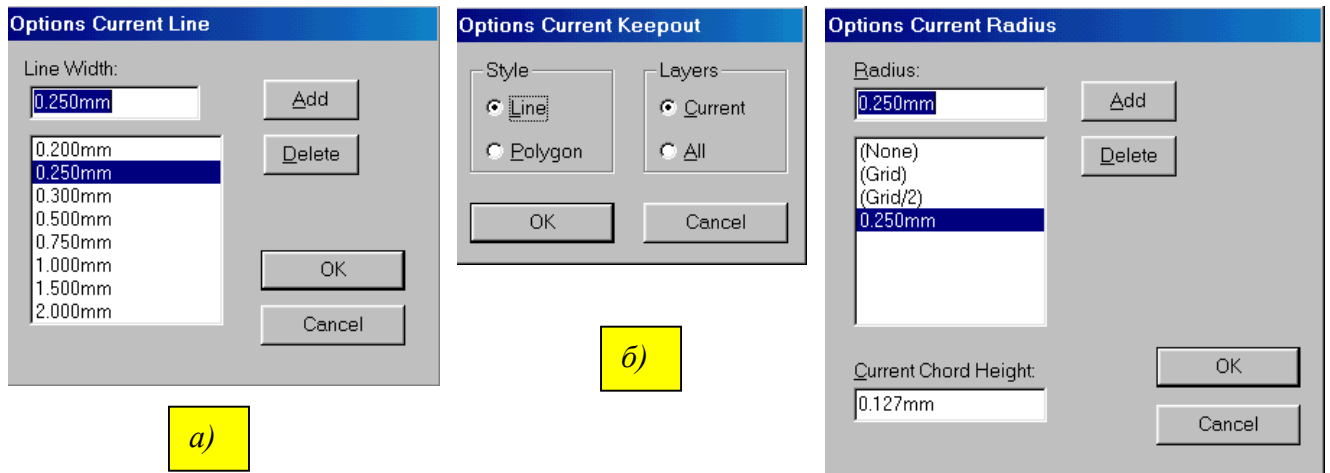

Рис. 7-13. Установка параметров линий, барьеров трассировки и радиусов сглаживания
- 2) На панели **Options Current Line** (рис. 7-13, а) в окне Line Width наберите требуемое значение ширины линии.
- 4) Повторите пп. 2-3 для всех устанавливаемых толщин линий (см. рис. 7-13, а).
По команде **Options/Current Radius** (Параметры/Текущий радиус) устанавливаются текущие параметры сглаживания углов полигонов (многоугольников) и других элементов выполняемых как полигоны. При активизации этой команды появляется панель **Options Current Radius** (см. рис. 7-13, в), на которой можно задать список допустимых радиусов сглаживания (в окне *Radius*) и установить степень приближения полилинии сглаживания к дуге окружности (в окне *Current Chord Height* – максимальное удаление хорды от окружности). По умолчанию в системе установлены три значения для радиусов сглаживания: *None* – сглаживание не производится; *Crid* и *Crid/2* – радиус сглаживания равен текущему шагу сетки или его половине.